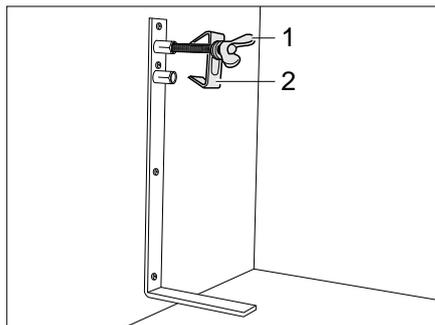

Bild 190 Ersatzrad-Halterung
- Die Schraube (Bild 190,1) lösen und mit der Zentrierung (Bild 190,2) abnehmen.